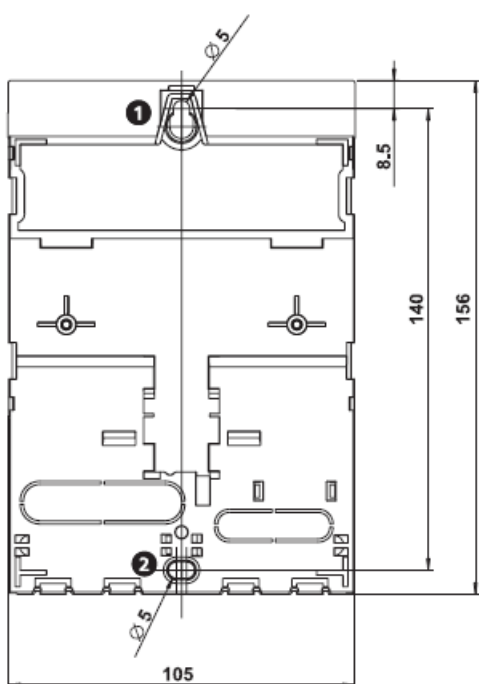

Figure 2 : arrière du régulateur avec les trous de fixation du haut **1** et du bas **2**
2. Serrez la vis du trou de fixation du haut **1** (Figure 2) de manière à ce que la tête de la vis se trouve à une distance de 5 à 7 mm de la surface de montage.